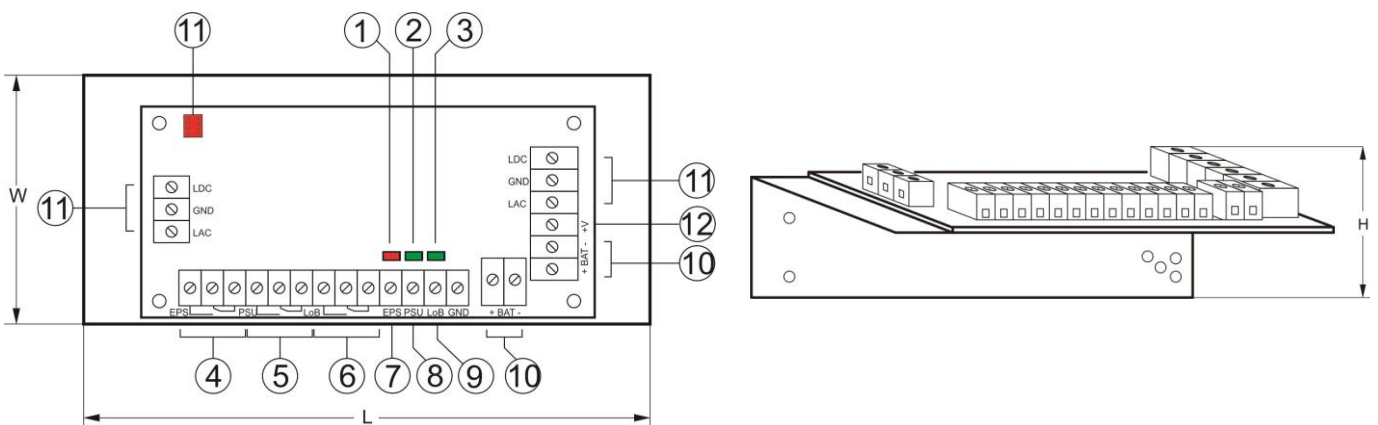

Abbildung 1: Ansicht des Moduls.
1.2. Beschreibung der Anschlüsse und Elemente des Moduls des Netzteils (Abbildung 1, Tabelle 1)
<p>Optische Signalisierung mit LED:</p> <ul style="list-style-type: none"> - Anliegen der AC-Stromversorgung - Anliegen der DC-Spannung am Ausgang des Netzteils - Niveau der Batteriespannung. 	<ul style="list-style-type: none"> - rote LED (Abbildung 1, Element 1): Bei normalem Zustand (Stromversorgung AC liegt an) leuchtet diese Diode durchgehend. Ein Stromausfall wird durch das Erlöschen der Diode angezeigt. Achtung: Die LED zeigt das Fehlen der AC-Spannung an, wenn der Stromausfall länger als 10 s dauert. - grüne LED (Abbildung 1, Element 2), zeigt den Zustand des DC-Spannung am Ausgang des Netzteils an. Bei normalem Zustand leuchtet die Diode durchgehend, bei Kurzschluss oder Überlastung des Ausgangs erlischt die Diode. - grüne LED (Abbildung 1, Element 3), zeigt das Niveau der Batteriespannung an. Im Normalzustand ($U_{BAT} > 46V$) leuchtet die Diode durchgehend, bei Absenkung der Batteriespannung ($U_{BAT} < 46V$) erlischt die Diode.